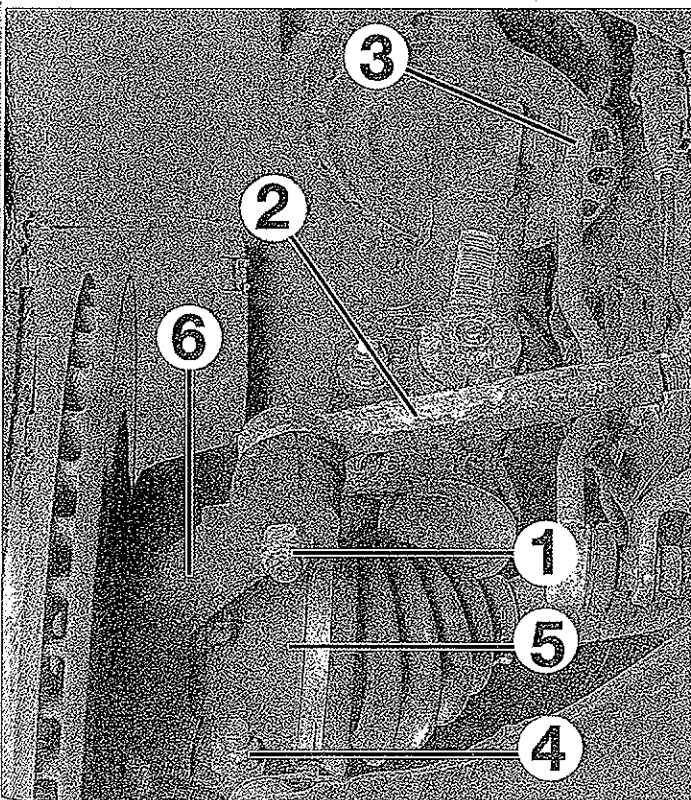

FIG. 1
- Aflojar la tuerca (1) de la rótula de dirección de la mangueta (fig. 1).
- la rótula de dirección (2) de la mangueta con un extractor.
- la rótula (3) de la bieleta de barra estabilizadora del elemento de suspensión.
- el tornillo de fijación de la rótula (4) del triángulo de suspensión de la mangueta.
- Separar la transmisión (5) de la mangueta (6).
- Aflojar la tuerca de la rótula (1) de dirección de la mangueta (fig. 1).
- la rótula (3) de bieleta de barra estabilizadora del elemento de suspensión.
- el tornillo (4) de fijación de la rótula del triángulo de suspensión en la mangueta (fig. 1).